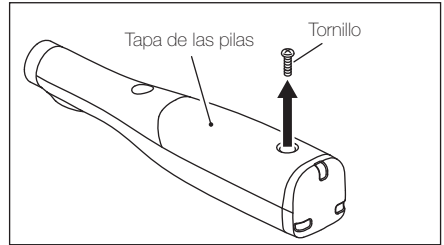

Fig. 12
3. Quite el tornillo que fija la tapa de las pilas con el destornillador de punta cruciforme (Fig. 12).